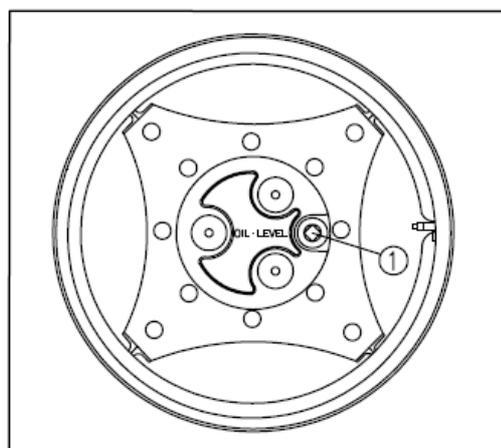

Fig. 5-30
Espera que o óleo estabilize antes de verificar o nível. Ateste, se necessário. Volte a colocar o bujão (1) (Fig. 5-30).